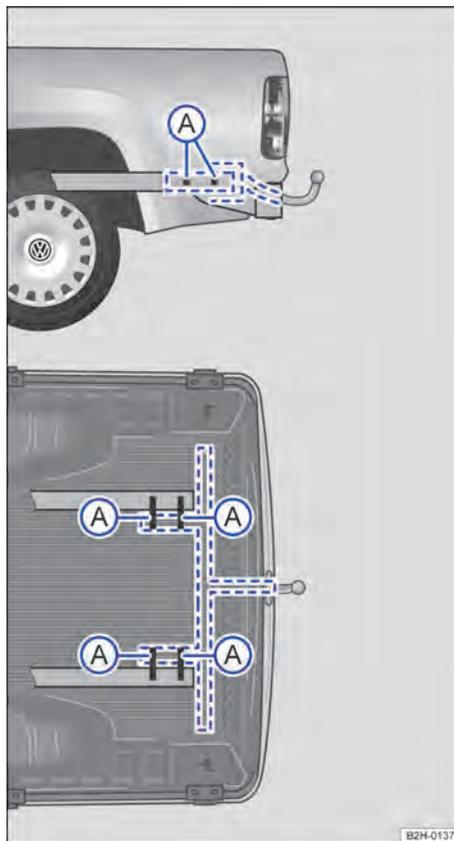

Fig. 132 Veículos sem para-choque: pontos de fixação para instalação posterior de um dispositivo de reboque.
→ Fig. 132 (A) (veículos sem para-choque) ou